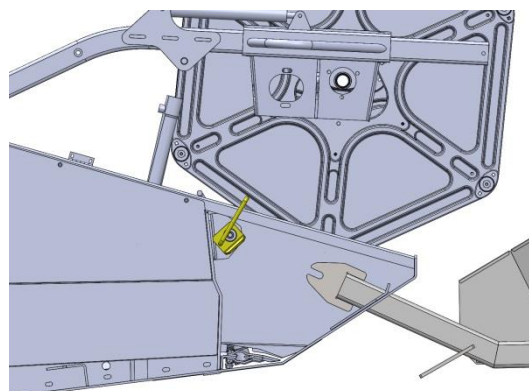

Fig. 3
1.2 Organizzare la staffa di montaggio (Fig. 2e Fig. 3)